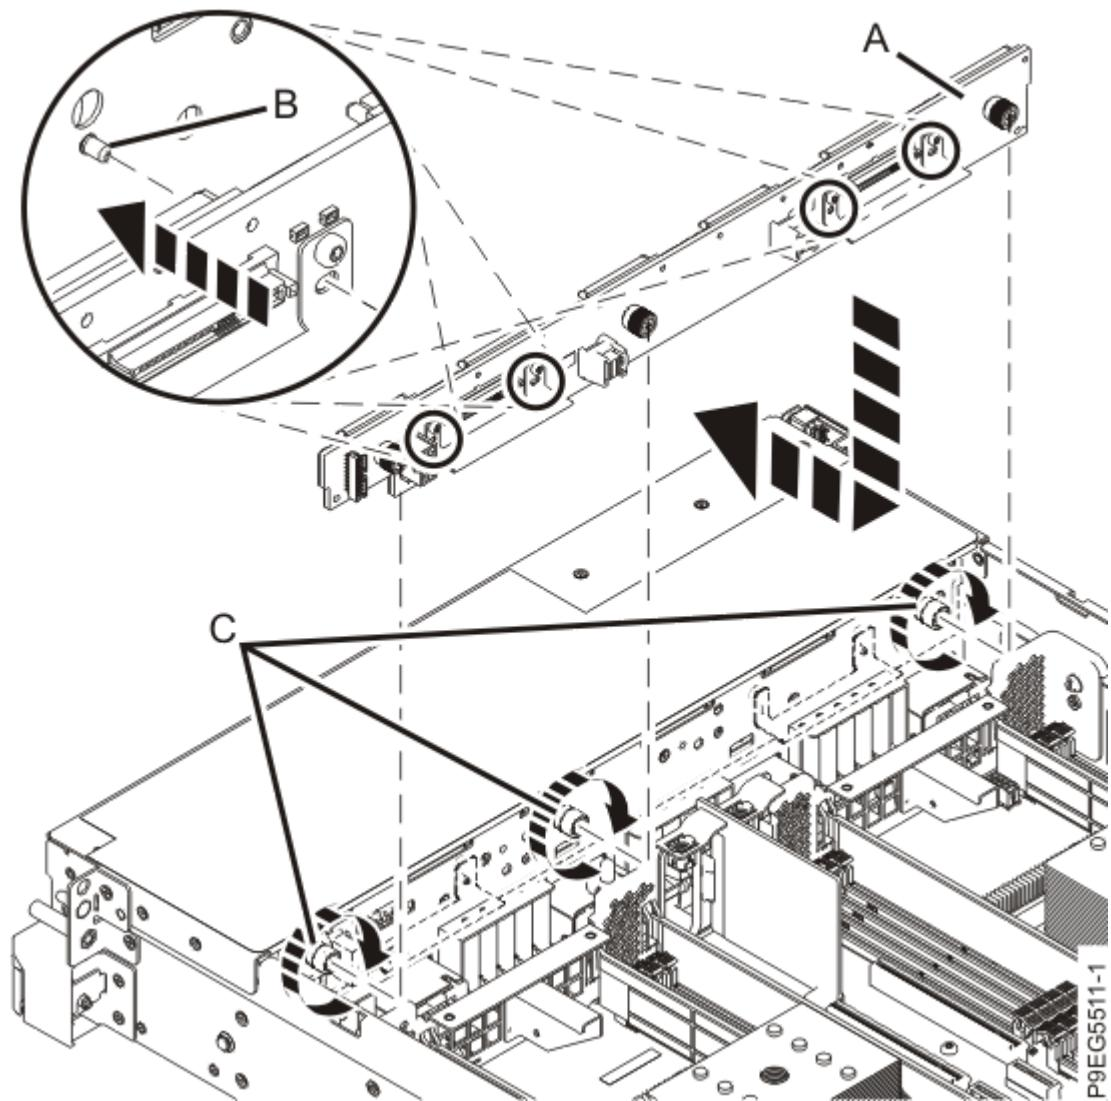

図 14. ディスク・ドライブ・バックプレーンの再取り付け
2. シャーシには、ディスク・ドライブ・バックプレーン (**A**) を固定するための 4 本の位置合わせピン (**B**) があります。16 ページの図 14 に示すようにディスク・ドライブ・バックプレーンを挿入し、位置合わせピンがディスク・ドライブ・バックプレーンの穴に収まるようにします。
3. 3 本の拘束つまみねじ (**C**) をそれぞれ慎重に締めて、ディスク・ドライブ・バックプレーンをシステム・シャーシに固定します (16 ページの図 14 を参照)。